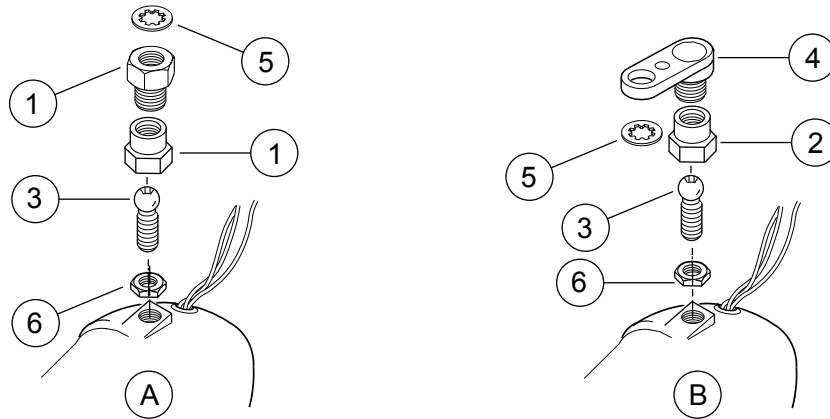

Figura 1. Instalación de los pivotes delanteros y las señales de giro
2. Vea la Figura 1. Arme el receptáculo de bola (4) en el extremo del espejo retrovisor usando las arandelas de seguridad (5) colocadas debajo del receptáculo y la tuerca ciega originales. Cuando el receptáculo de bola está alineado correctamente, el hoyuelo en el receptáculo de bola encajará sobre la protuberancia pequeña en la parte inferior de la caja de la palanca del embrague.
3. Coloque el espárrago de bola (3) a través de la abrazadera del espárrago de bola (2) y enrosque en la contratuerca (6). Enrosque el conjunto del espárrago de bola en la caja de la luz del lado izquierdo. Apriete la contratuerca contra la caja de la luz.